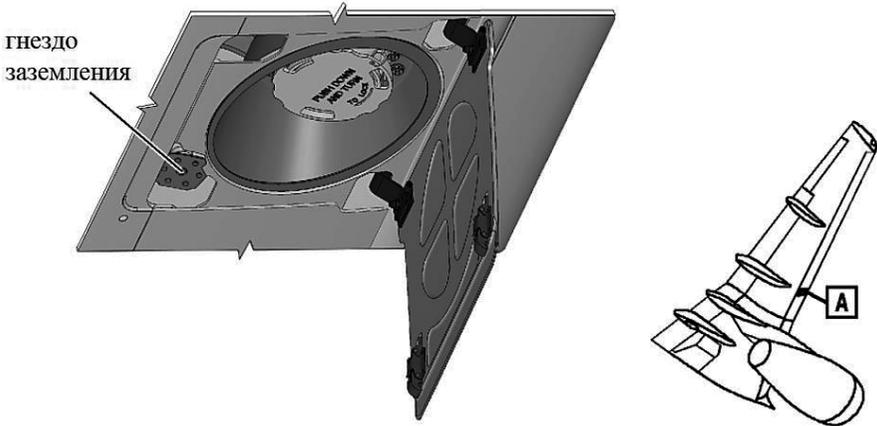

Рис. 30. Точка установки металлизации.
1. Вставьте штырь металлизации заправочного шланга топливозаправщика в гнездо заземления рядом со штуцером заправки/слива с которым производится работа (рис. 30).